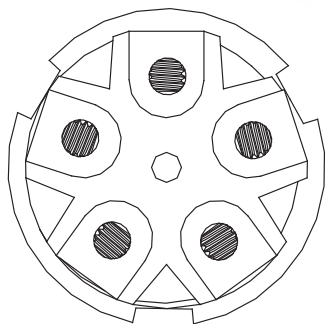

Imagen 5.9 ACConector Patrón de orificios
Paso 4 Utilice el destornillador hexagonal, afloje los pernos del zócalo por turno, inserte cada núcleo del cable en el conector correspondiente y ajuste cada tornillo. El orificio de conexión del etiquetado del terminal de conexión de CA se muestra en la Imagen 5.9.